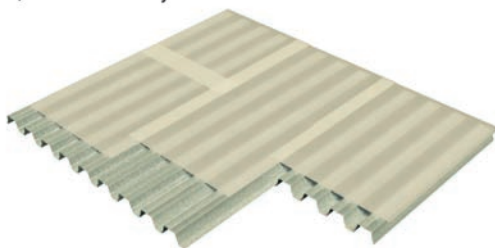

Рисунок 3. Укладка пароизоляции по профилированному листу
2) При устройстве пароизоляции по профлисту необходимо раскатывать рулоны пароизоляции вдоль волн профлиста, продольный нахлест должен быть не менее 20 см и находиться на верхней полке профлиста (рисунок 3). При раскатывании поперек волн профлиста необходимо проклеить нахлесты на жесткой временной подложке двусторонним скотчем! Край пароизоляции должен быть поднят на парапет и другие вертикальные части кровли на 50 мм выше уложенной теплоизоляции и приклеен!